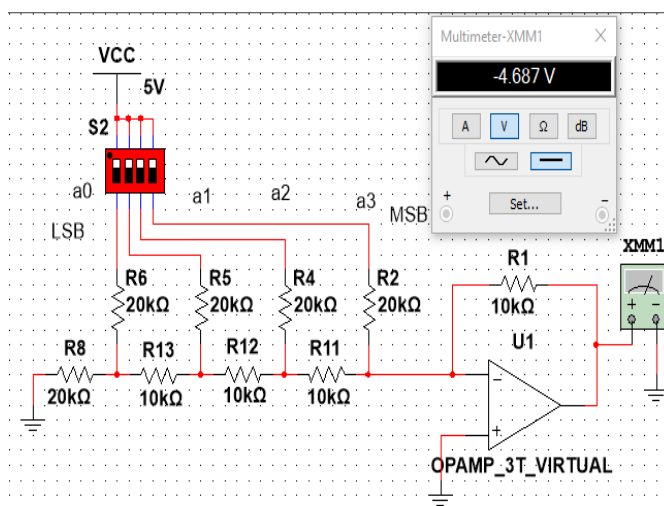

Рисунок 10 – Паралельний ЦАП на матриці R-2R з груповим перемикачем
5. Для схеми на рис. 10 промодельувати вихідні значення ЦАП для значень резистора R1= 5 кОм, 10 кОм, 20 кОм. Пояснити отримані результати.